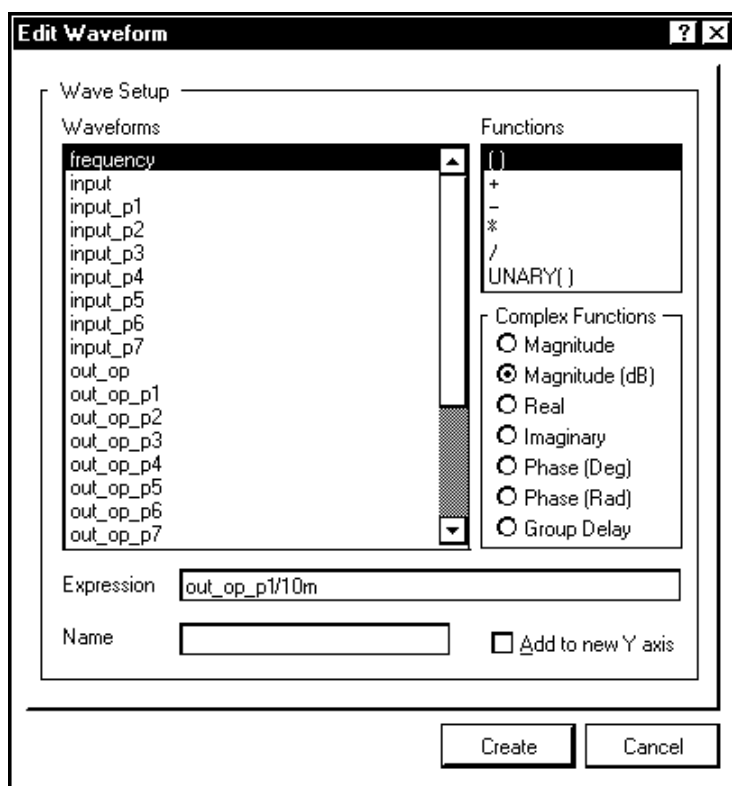

Рис. 9.16. Окно редактирования форм волны
- **Edit Wave** — редактировать кривую. Опция идентична команде главного меню **Wave | Edit Wave**. В англоязычной лексике Altium Designer кривые на графиках называются словом **Wave** (волна). Эта команда открывает диалог редактирования **Edit Waveform** (рис. 9.16), содержащий поля:
Последняя команда открывает окно **Add Wave to Plot**, повторяющее в точности окно редактирования волны (см. рис. 9.16). В результате в графическом окне строится новый график с выведенными в него кривыми. В левом обрамлении графического окна против каждого графика появляется кнопка, в которую курсором ставится указатель активности.